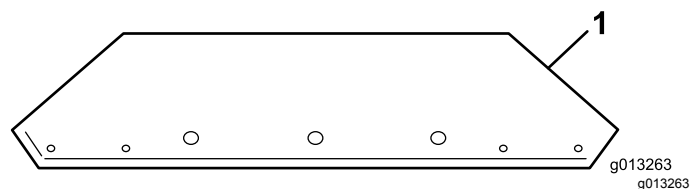
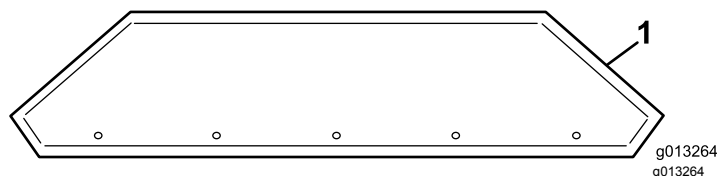

Figura 10
Figura 11
- Retire las extensiones de la tolva del embalaje e identifique la extensión delantera y la trasera (Figura 10 y Figura 11).